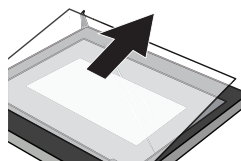

Рис. 5
5. Потяните стекло в направлении стрелки (рис. 5). Осторожно вытащите стекло из пазов.